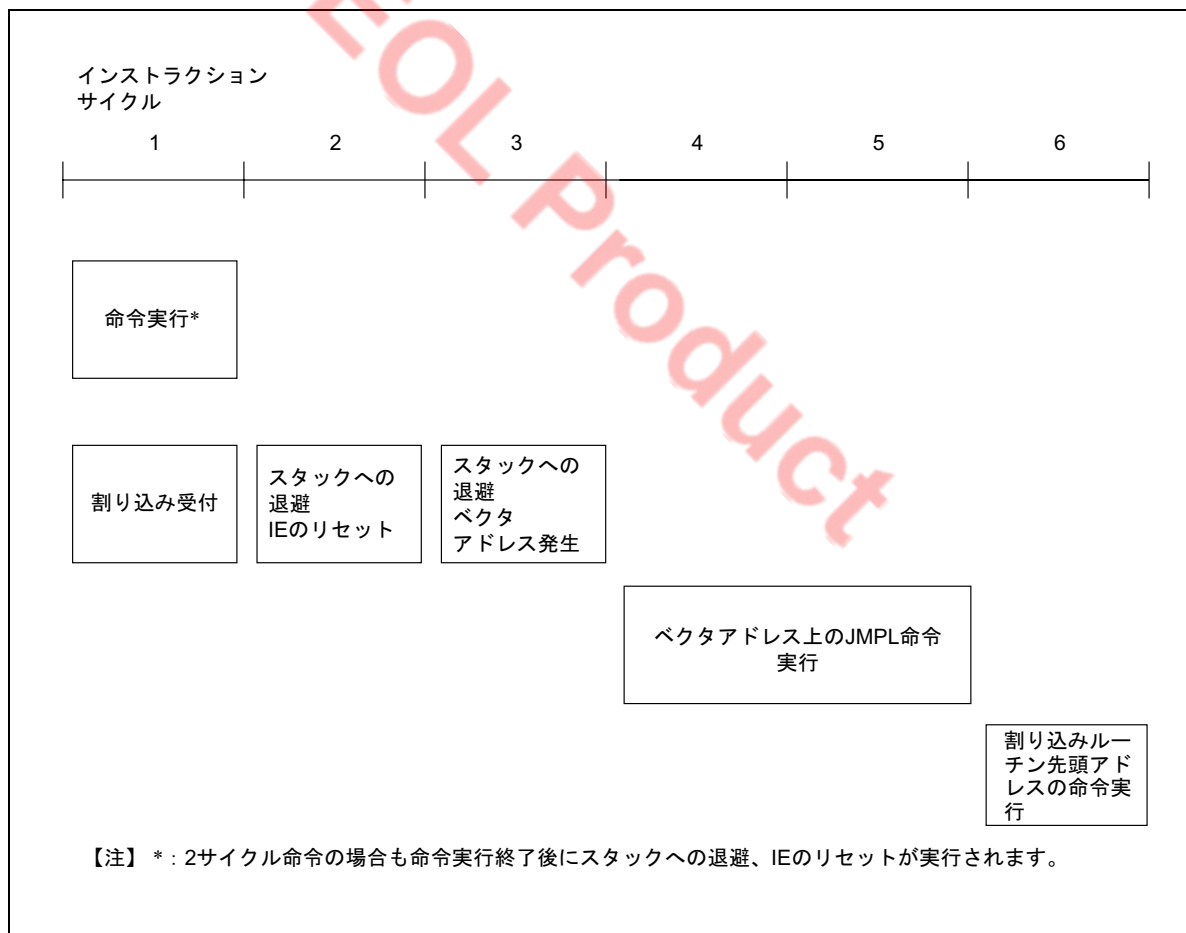
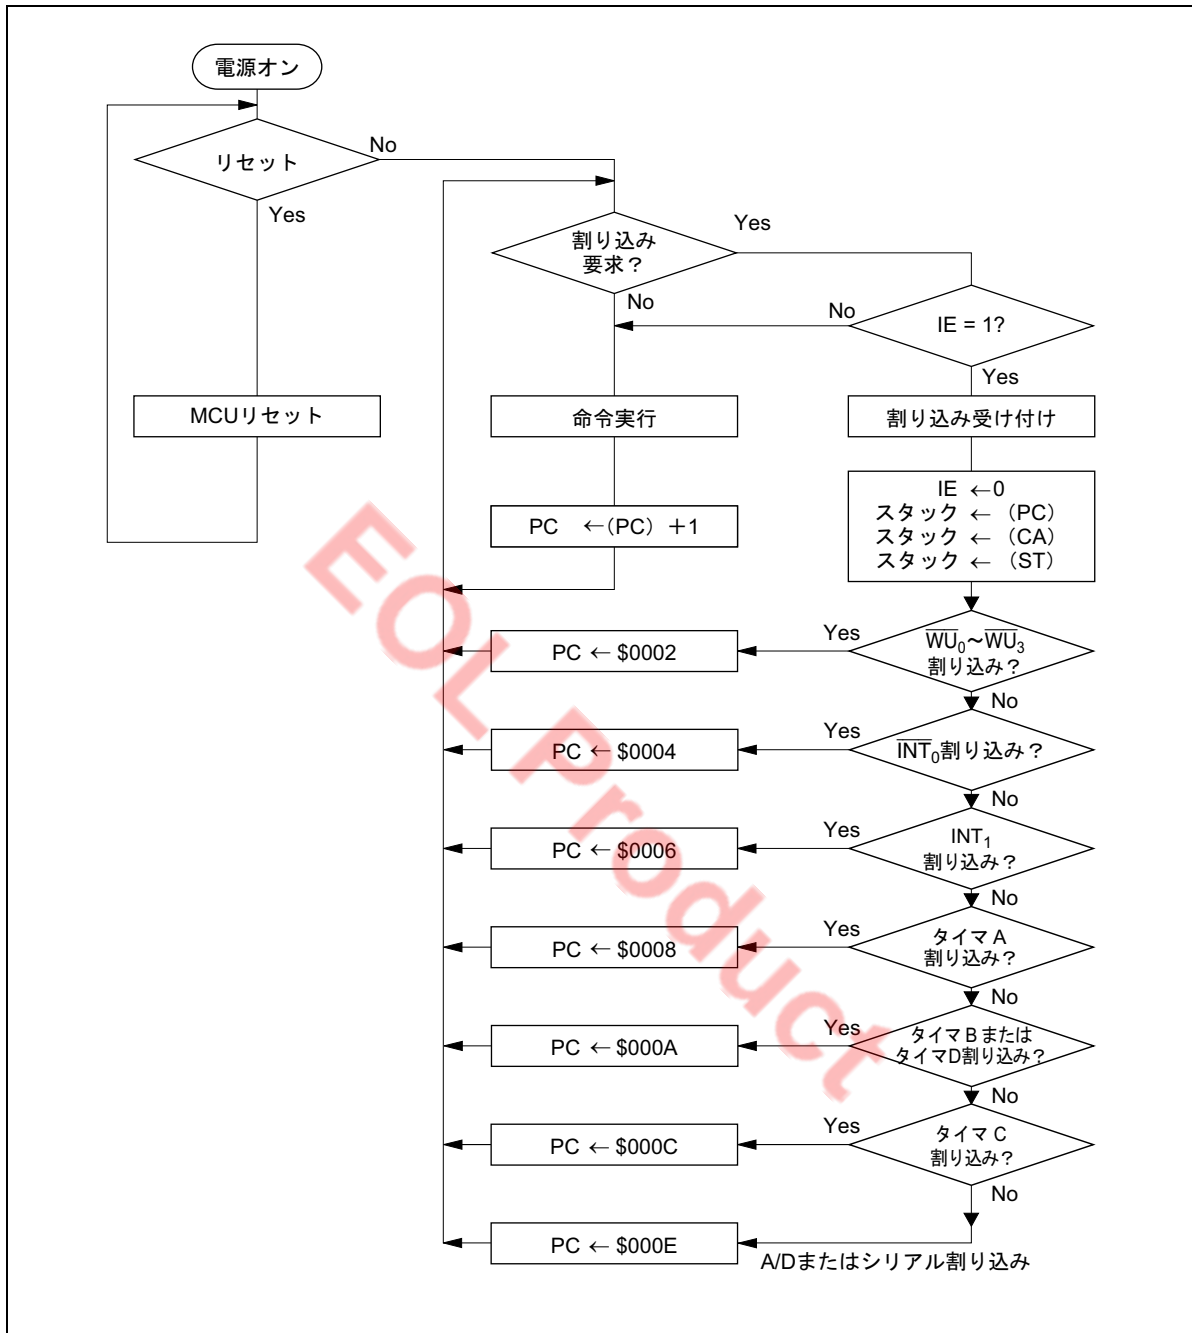

図 10 割り込みシーケンス
図 11 割り込み処理フローチャート
割り込み処理シーケンスを図 10 に、割り込み処理フローチャートを図 11 に示します。割り込みが受けられると、1 サイクル目では直前の命令実行が完了します。2 サイクル目では、割り込み許可フラグ (IE) がリセットされます。2 サイクル目と 3 サイクル目ではキャリとステータスおよびプログラムカウンタの内容がスタックに退避されます。3 サイクル目では、ベクタアドレスにジャンプして命令の実行が再開されます。